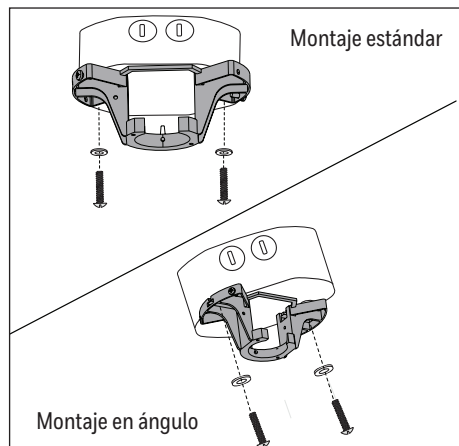

Figure 2.2
2. Fije el soporte de montaje a la caja de salida (no se incluye) con los tornillos y las arandelas incluidos con la caja de salida (se vende por separado) (Figure 2.2).